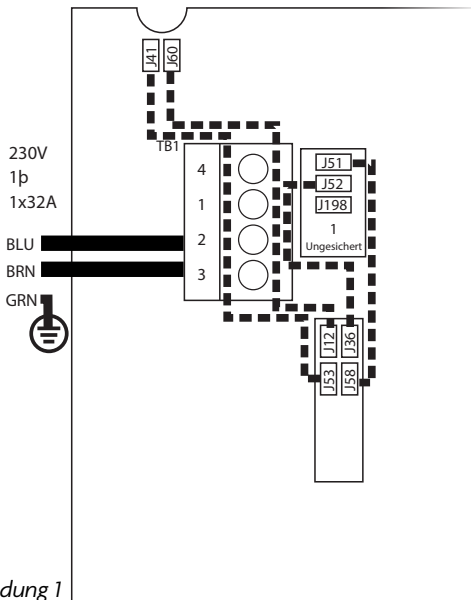

Abbildung 1
### GEMÄSS HERSTELLUNG – EINPHASIG (Abbildung 1)
1. Entfernen Sie alle Jumper-Drähte, wie in den gestrichelten Linien in Abbildung 1 (vorherige Seite) angezeigt.